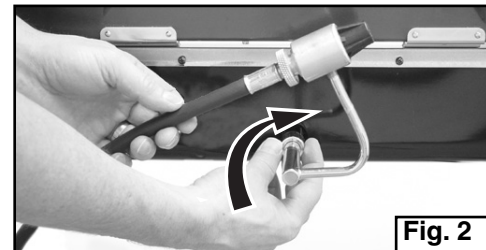

Fig. 2
- Conecte la manguera al regulador y el regulador a la estufa. (Fig. 2)